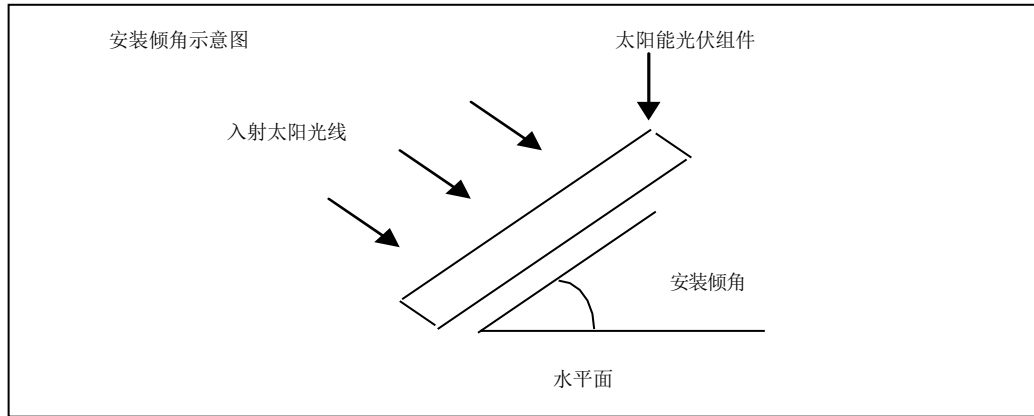

图 7-1 安装倾角示意图
- 安装倾角是指太阳能光伏组件与地平面之间的角度，见图 7-1 所示。